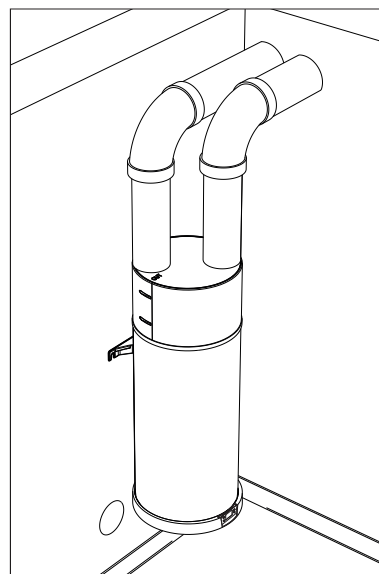
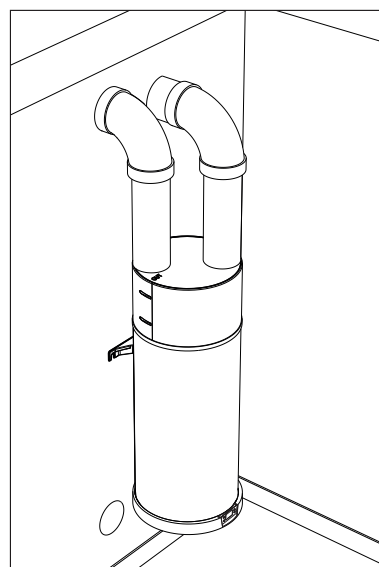

fig. 33
fig. 34
- IN e OUT canalizzati ("fig. 33" e "fig. 34")